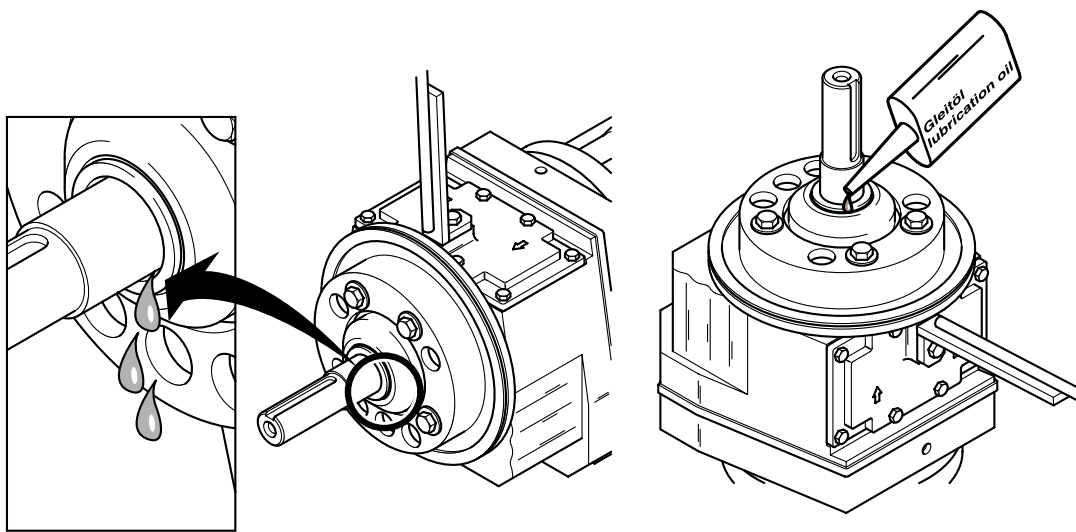

Figure 16 Remplissage et vidange d'huile
NOTA Le SB/XSB doit être à la verticale (voir figure 16) pour que l'huile puisse s'écouler de manière contrôlée lors du retrait de la pièce en rotation de la garniture étanche à anneau glissant.
- Placer le SB/XSB 900 - 2500 à la verticale (comme indiqué dans la figure 16 pour le remplissage) et le bloquer contre tout basculement.
NOTA Le XSB doit être à la verticale (voir figure 16) pour que l'huile puisse s'écouler de manière contrôlée lors du retrait de la pièce en rotation de la garniture étanche à anneau glissant.
- Placer le XSB à la verticale (comme indiqué dans la figure 16 pour le remplissage) et le bloquer contre tout basculement.
- Vidanger l'huile par la fente d'arbre conformément à la figure 16 dans un bac collecteur approprié (min. 0,5 litre). Faire basculer légèrement le moteur et l'unité d'engrenage pour pouvoir vidanger l'huile de glissement complètement.
- Le remplissage s'effectue de la même manière que la vidange précédente par la fente d'arbre (entre le contre-anneau et l'arbre), conformément à la figure 16.